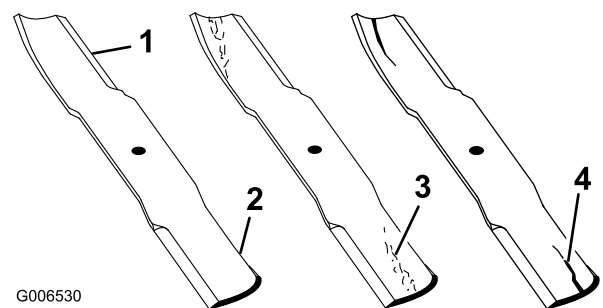

Figure 51
1. Examinez le tranchant des lames (Figure 51). Si les lames sont émoussées ou présentent des indentations, déposez-les et affûtez-les. Voir Affûtage des lames (page 41).
2. Inspectez les lames, surtout la partie relevée (Figure 51). Remplacez immédiatement toute lame usée,
endommagée ou qui présente une entaille (repère 3. de la Figure 51).